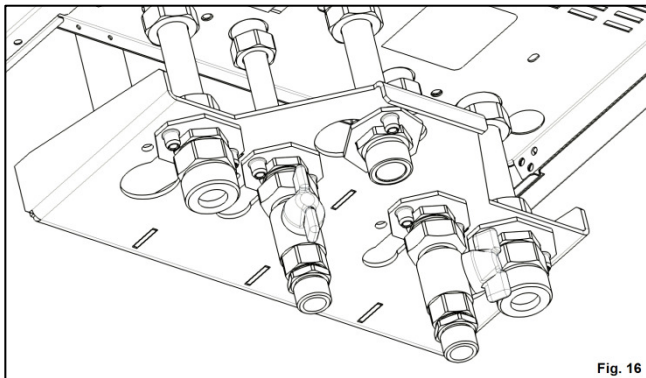

Fig. 16
11. Se monteaza robinetii cu olandez M, pe racordurile E, asigurandu-se etansarea prin intermediul garniturilor D (Fig. 16) si strangerea piulitelor (30Nm).